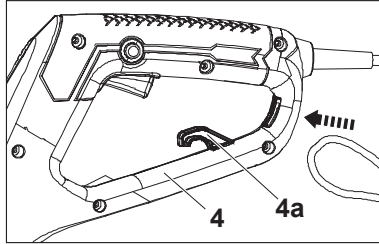

Fig. 4
1. Doble hacia atrás el cable alargador a unos 30 cm del extremo e introduzca el lazo a través del orificio del protector (4). Pase el cable por el retén del cable (4a) y tire del mismo con cuidado para que quede bien sujeto (Figs. 4 y 5).